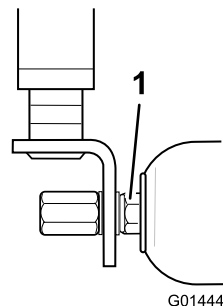

Figura 68
2. In caso di movimento eccessivo, serrate attentamente i dadi a ciascun'estremità del rullo con la chiave, quanto basta per rimuovere qualsiasi gioco all'estremità (Figura 68).